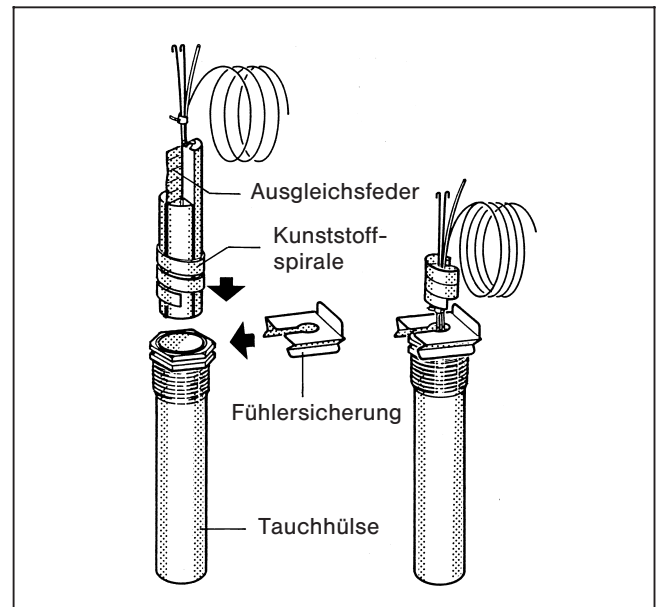

Abb. 10 – Prinzipabbildung
- Die Kunststoffspirale – zum Zusammenhalten der Fühler – schiebt sich beim Einstecken automatisch zurück (Abb. 10).
Um den Kontakt zwischen Tauchhülse und Fühlerflächen zu gewährleisten und somit eine sichere Temperaturübertragung herzustellen, muß die Ausgleichsfeder zwischen den Fühlern eingeschoben sein (Abb. 10).
- Fühlersicherung von der Seite oder von oben auf den Tauchhülsekopf drücken (Abb. 10).